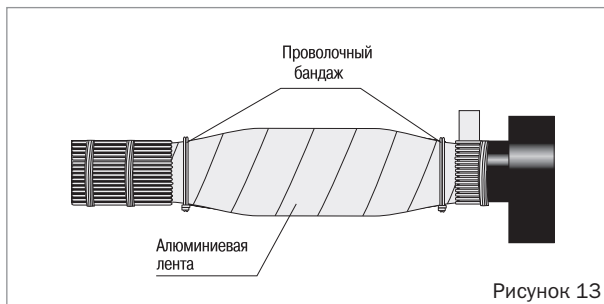

Рисунок 13
- Сверху стеклоленты обернуть алюминиевую ленту (фольгу) с 50%-ным перекрытием. Лента должна плотно прилегать к поверхности муфты. По краям алюминиевую ленту закрепить бандажом из 2–3 витков проволоки (рисунок 13).